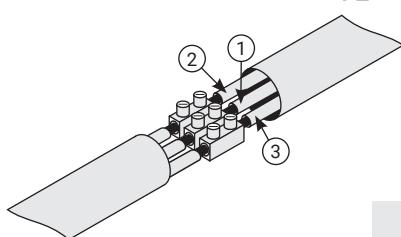

Рис.14
4.3.7. Провод заземления имеет желтый или желто-зеленый цвет и желтый клеммник (рис. 14 «3») фаза (L) - черный цвет и черный клеммник (рис. 14 «1»), ноль (N) - синий цвет и синий клеммник (рис. 14 «2»).